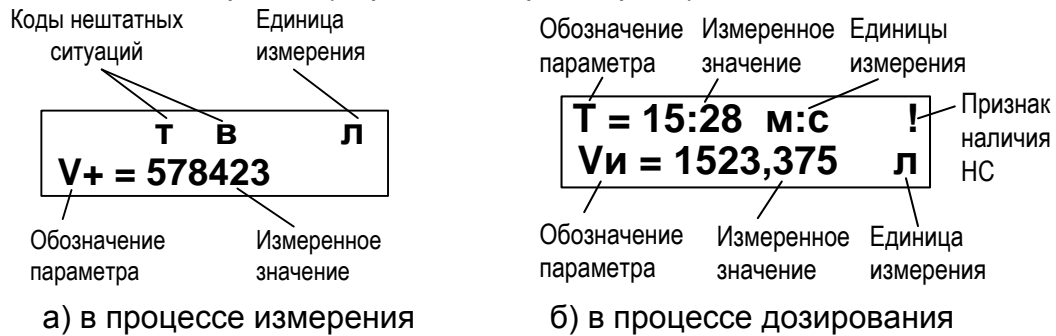

Рис.3. Вид индикации расходомера.
- в процессе измерения (рис.3.а) – коды нештатных ситуаций (НС) и единицы измерения (первая строка), измеряемые параметры и результаты измерений (вторая строка);
- в процессе дозирования (рис.3.б) – параметры дозирования и единицы измерения (первая и вторая строка).
При наличии нештатной ситуации в работе трубопровода или неисправности прибора в первой строке индикатора отображаются соответствующие символы (рис.3а).